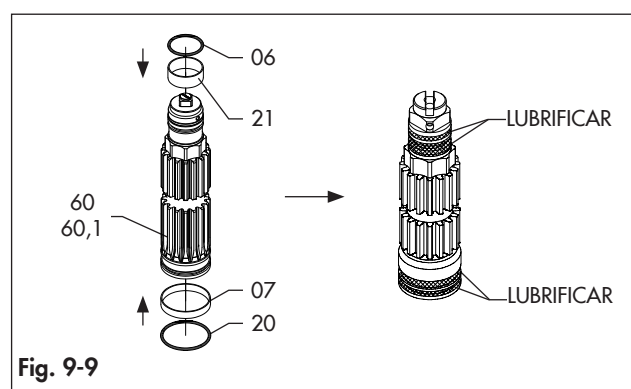
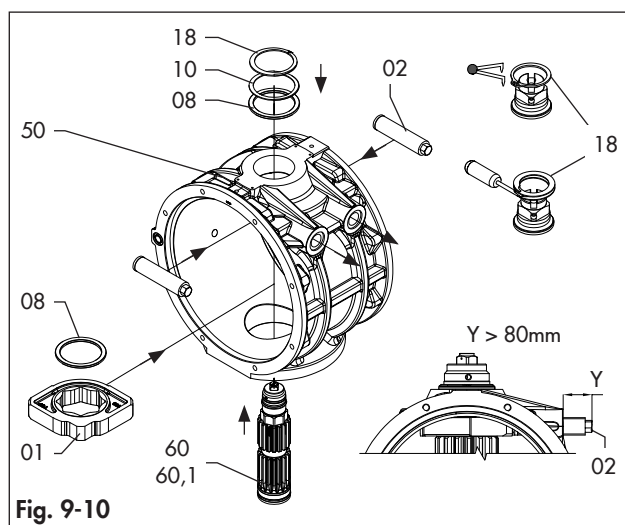

Fig. 9-9
Fig. 9-10
Consulte a Fig. 9-1, Fig. 9-9, Fig. 9-10 e Fig. 9-11.
- Coloque o rolamento superior do eixo de acionamento (06) e o rolamento inferior (07).
- Lubrifique e coloque o a junta tórica superior do eixo de acionamento (21) e a junta tórica inferior (20).
- Lubrifique a superfície externa dos rolamentos e as juntas tóricas colocadas no eixo de acionamento (60 / 60.1) conforme a Fig. 9-9.
- Aperte os parafusos (02) a partir do interior do corpo (50) até que fiquem fora do corpo por pelo menos 80 mm. (Fig. 9-10)
- Insira parcialmente o eixo de acionamento (60 / 60.1) no corpo (50). (Fig. 9-10)